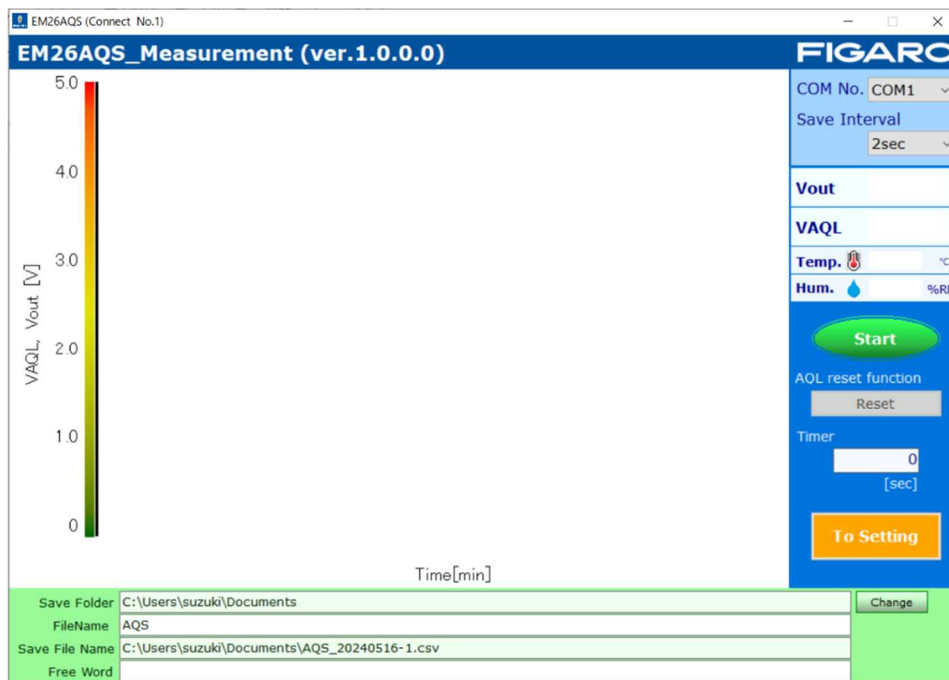

図 3 アプリ起動画面
- ③ EM26AQS 上の SW1（電源入力切替えスイッチ）を CN3_ON 側に切替えます。
- ④ PC にインストールされた専用アプリ「EM26AQSMeasure.exe」のアイコンをダブルクリックすると図 3 の起動画面が表示されます。